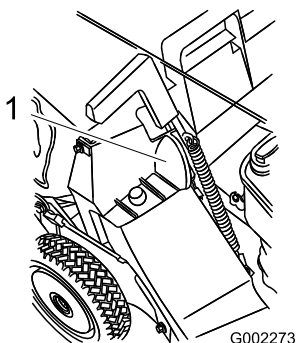

Figure 23
5. Tirez la poignée du volet d'éjection vers l'avant pour dégager le goujon de l'arrêt, puis repoussez la poignée vers l'arrière pour bloquer le goujon dans l'encoche du bac (Figure 23).